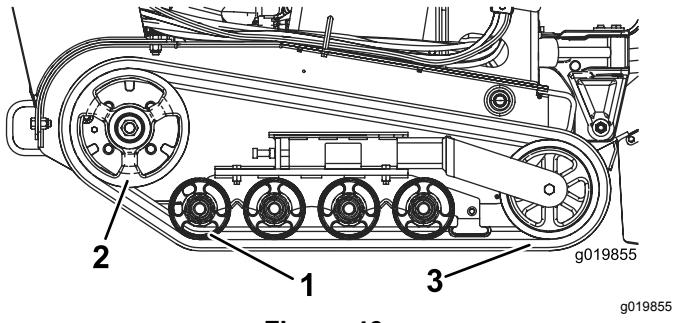

Figura 46
**Importante:** Assicuratevi di pulire a fondo le ruote non motrici e la ruota motrice (Figura 46). Quando sono pulite, le ruote non motrici devono girare liberamente.
- Avvolgete il cingolo nuovo sulla ruota, iniziando dalla ruota motrice e controllando che i denti del cingolo si posizionino tra i distanziali della ruota (Figura 46).
- Spingete il cingolo sotto le ruote non motrici (Figura 46).